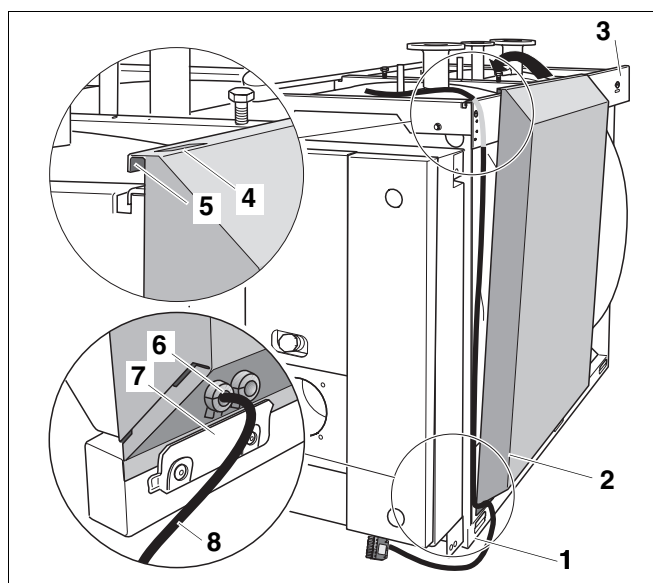

Рис. 30 Монтаж передней боковой стенки с кабелем горелки
- Кабель горелки с фиксатором провода (рис. 30, поз. 8) провести под боковой траверсой (рис. 30, поз. 3) до рамы корпуса котла (рис. 30, поз. 1).
- Приоткрыть переднюю боковую стенку (рис. 30, поз. 2) на корпусе котла.
- Следите за тем, чтобы вырез на передней боковой стенке (рис. 30, поз. 4) был обращен к передней стенке котла.
- Провести кабель горелки с фиксатором (рис. 30, поз. 8) через кабельный ввод (рис. 30, поз. 6) на передней боковой стенке (рис. 30, поз. 2). Соединительный штекер горелки (большой) остается снаружи.
- Установить переднюю боковую стенку (рис. 30, **поз. 2**) за язычки на раме котла (рис. 30, **поз. 7**) и подвесить отбортовку (рис. 30, **поз. 5**) заподлицо на боковую траверсу (рис. 30, **поз. 3**).